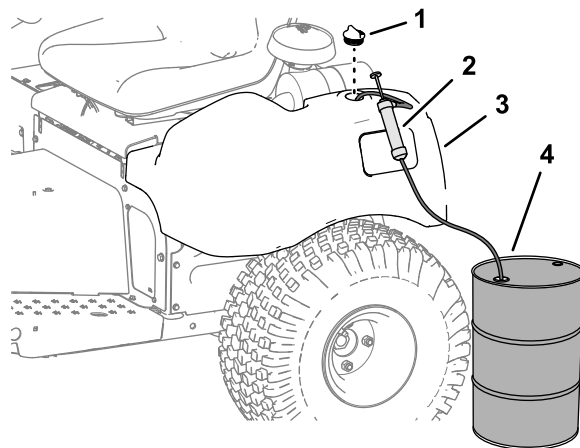

图 46
1. 从液压油箱上取下盖子 图 46。
2. 将液压油从液压油箱中泵出 图 46。